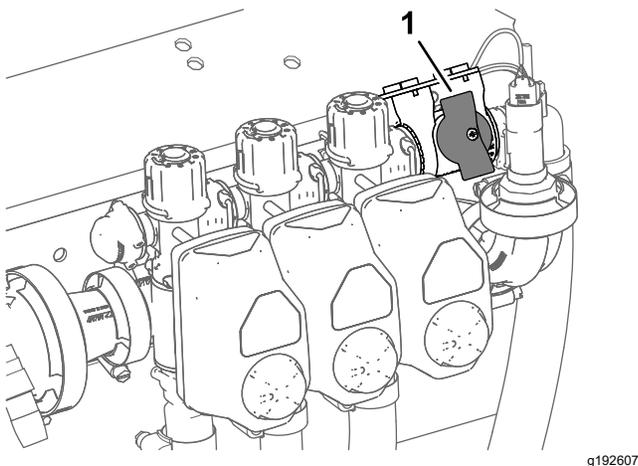

Figura 43
4. Para máquinas operadas no modo de taxa de aplicação, certifique-se de que o botão para a válvula de corte da distribuição da secção está na posição fechada (Figura 43).
5. Para máquinas operadas no modo de taxa de aplicação, certifique-se de a válvula de corte da distribuição da secção está na posição fechada (Figura 43).